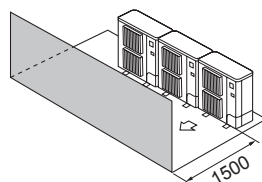

Fig. 2-14
- ③ Prepreke samo na prednjoj strani (Fig. 2-14)